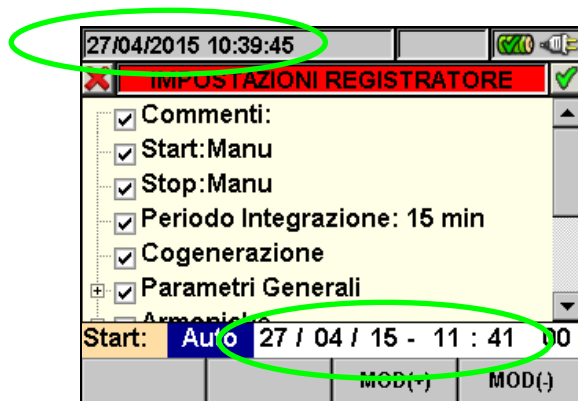

Fig. 109: Data/Ora corretta
2. Premere i tasti **F3** o **F4** (oppure **MOD(+)** o **MOD(-)** a display) per incrementare o decrementare di una unità il valore delle cifre fino ad impostare il valore desiderato **coerente** con la data di sistema (vedere la Fig. 109).